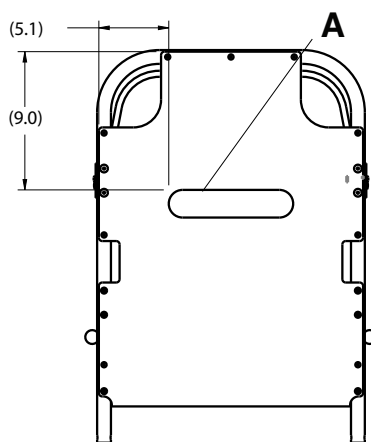

Figura 1 – Aplicați prinderea Velcro la spătarul Fowler
6. Scoateți protecția prinderii **Velcro** a spătarului Fowler (A) și aplicați prinderea **Velcro** la suprafața spătarului Fowler (Figura 1).